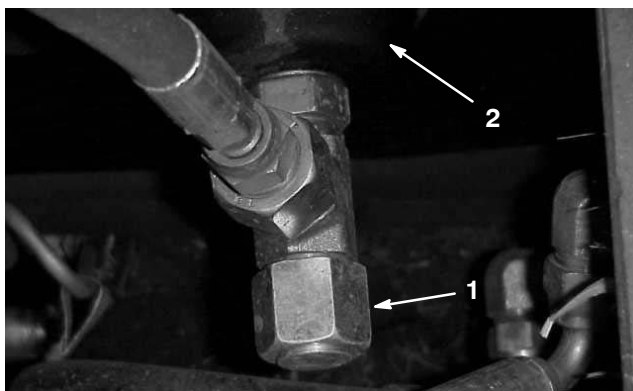

Bild 50
2. Die Ablassschrauben befinden sich hinten rechts hinter dem Vorderrad, hinten in der Mitte und vorne in der Mitte des Behälters (Bild 50).
1. Stellen Sie eine Auffangwanne unter den Behälter. Nehmen Sie alle drei Ablassschrauben nacheinander ab und lassen Sie das Öl in die Auffangwanne ablaufen (Bild 50).